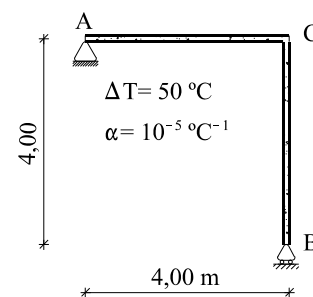

Figura 6
6) El pórtico de la figura 6 sufre el calentamiento uniforme indicado en la propia figura. Se pide: